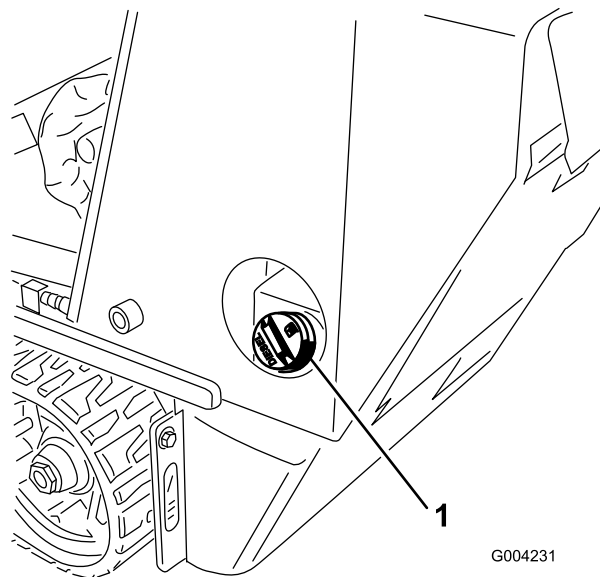

Рисунок 15
3. Очистите область вокруг крышки топливного бака и снимите ее (Рисунок 15).